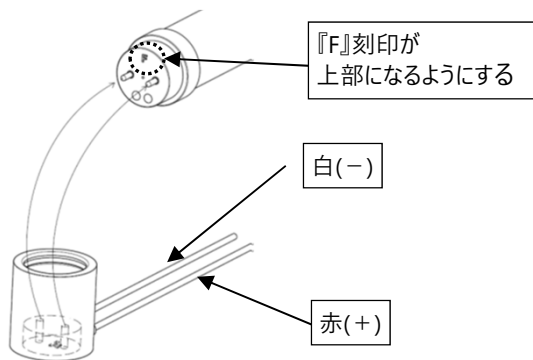
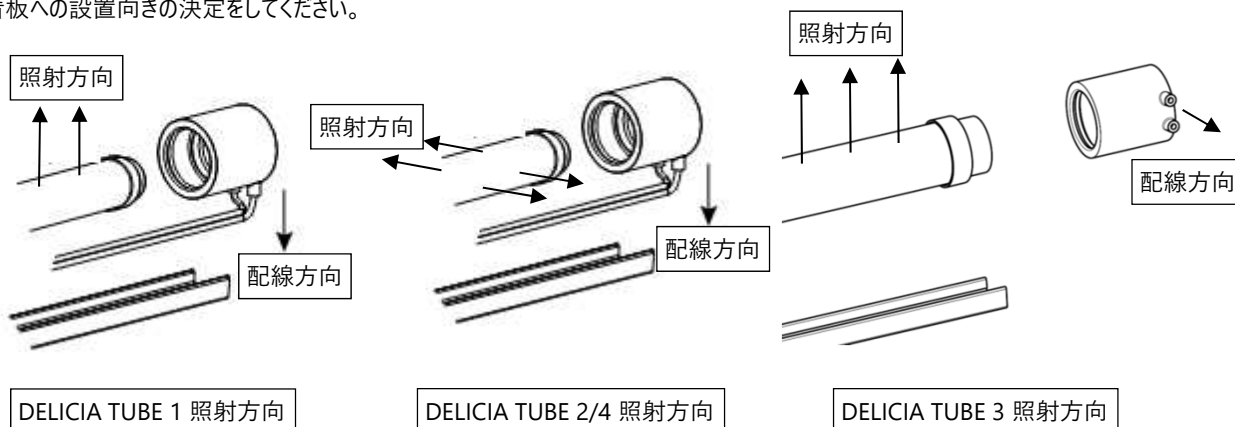
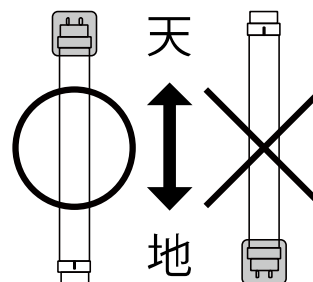

図2：嵌め込み向き
図5：ホルダーと照射方向の関係
図7：設置方向に関して
※「図2及び図5」のようにランプの照射方向を確認した上で、シリコンソケットを嵌めてください。
- ・照射方向を確認した上で、ホルダーにある2個のクリップに取り付けてください。取り付ける際、照射方向および設置方向にご確認ください。「図5」、「図7」参照